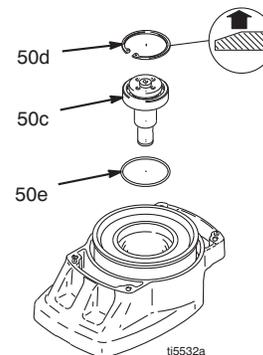

FIG. 5
7. FIG. 5. Retire el anillo de retención (50d).
7. FIG. 5. Golpee ligeramente el eje del piñón (50c) con el martillo de plástico.